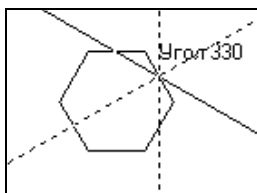

Рис. 5.25. Построение прямых, перпендикулярных стороне шестиугольника
- ◆ укажите "ловушкой" базовый отрезок, перпендикулярно которому должна пройти вспомогательная прямая (рис. 5.25). В данном случае строим вспомогательную прямую относительно одной из сторон шестиугольника. Система построила фантомы всех вариантов прямых;